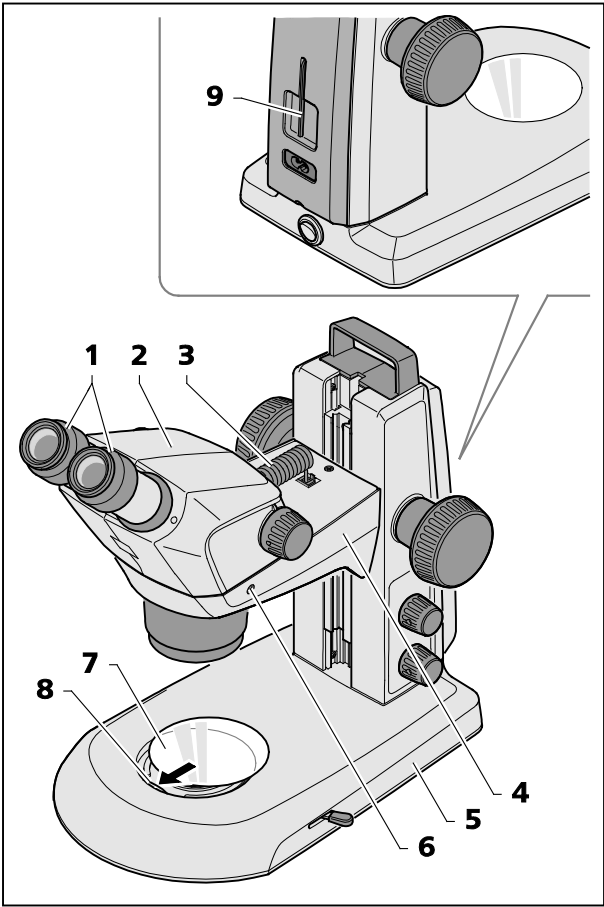

图 10 安装立体显微镜
- Stemi 305 主机 (图 10/2) 安装好前，要始终将其插入 Stemi 托架 (图 10/4)、调整好并用夹紧螺栓 (图 10/6) 固定。
对应的内六角扳手 (图 10/9) 位于仪器背面的支架内。
- 安装两个目镜 (图 10/1) 前，要始终将它们插入目镜支架并卡住。
- 将随附的连接电缆 (图 10/3) 插入 Stemi 主机的插槽和 Stemi 托架的插槽。
- 将玻璃托盘或 S/W 塑料托盘 (图 10/7) 放在镜臂脚的容纳口处。
同时按下玻璃托盘或 S/W 塑料托盘 (图 10/8) 弹簧并卡住。